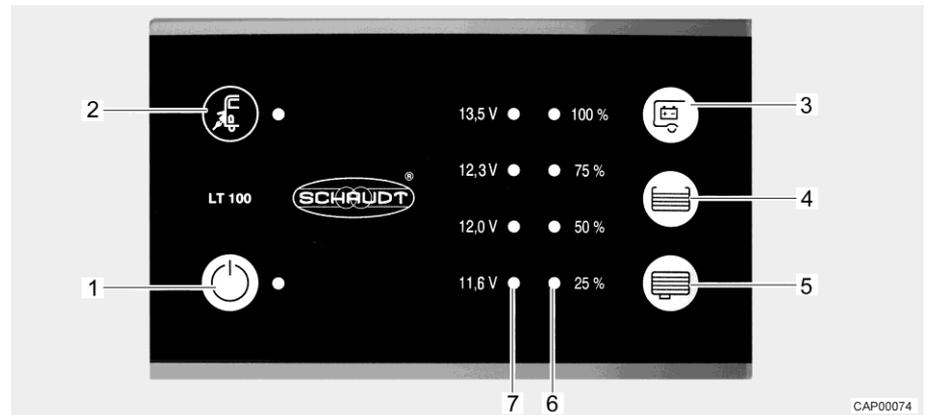

Fig. 96 Panneau de contrôle (LT 100)
La DEL jaune près du symbole de raccordement électrique "⚡" (Fig. 96,2) est allumée quand le véhicule est raccordé à une tension réseau externe. La DEL reste allumée quand le panneau de contrôle est éteint.
L'interrupteur principal 12 V (Fig. 96,1) établit ou coupe le panneau de contrôle et l'alimentation 12 V de la cellule.
- Appuyer sur l'interrupteur "⏻" (Fig. 96,1) : L'alimentation 12 V de la cellule est assurée. La DEL s'allume en vert.
- Appuyer de nouveau sur l'interrupteur "⏻" (Fig. 96,1) : L'alimentation 12 V de la cellule est coupée. La DEL s'éteint.
L'échelle DEL (Fig. 96,7) indique la tension de la batterie de cellule comme suit :
- Appuyer sur la touche "  " (Fig. 96,3) : La tension de la batterie de cellule est affichée.
L'échelle DEL (Fig. 96,6) indique le niveau de remplissage du réservoir d'eau fraîche ou de celui d'eaux usées.
Appuyer sur la touche "☰" (Fig. 96,4) : Le niveau de remplissage du réservoir d'eau fraîche est indiqué par les DEL allumées.
Appuyer sur la touche "☷" (Fig. 96,5) : Le niveau de remplissage du réservoir d'eaux usées est indiqué par les DEL allumées.